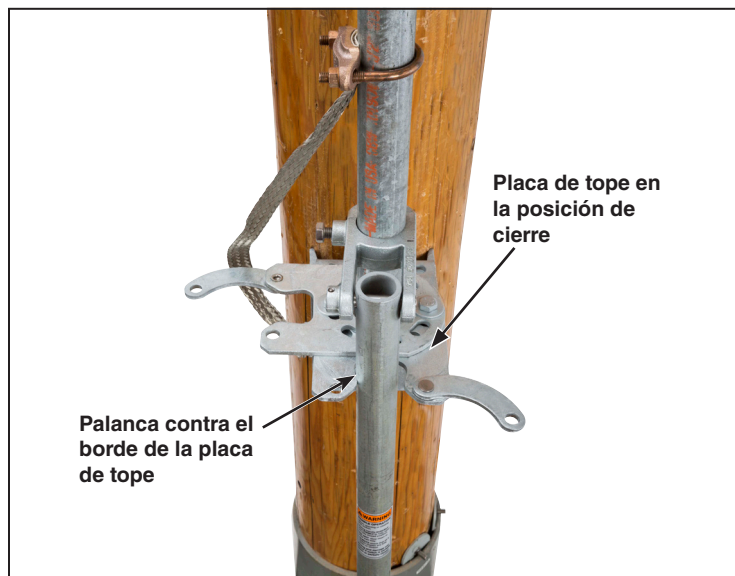

Figura 33. Ajuste de la placa de tope en la posición de cierre.
- Los orificios de la placa de tope están ranurados para permitir un espacio para el ajuste. Posicione la palanca de operación en la placa de tope y gire la palanca de operación hasta donde llegue en la posición de cierre. (Al contrario de las manecillas del reloj es lo estándar en los interruptores que utilizan el mecanismo de operación giratorio). La palanca deberá estar apretada contra el borde de la placa de tope como se muestra en la Figura 33.